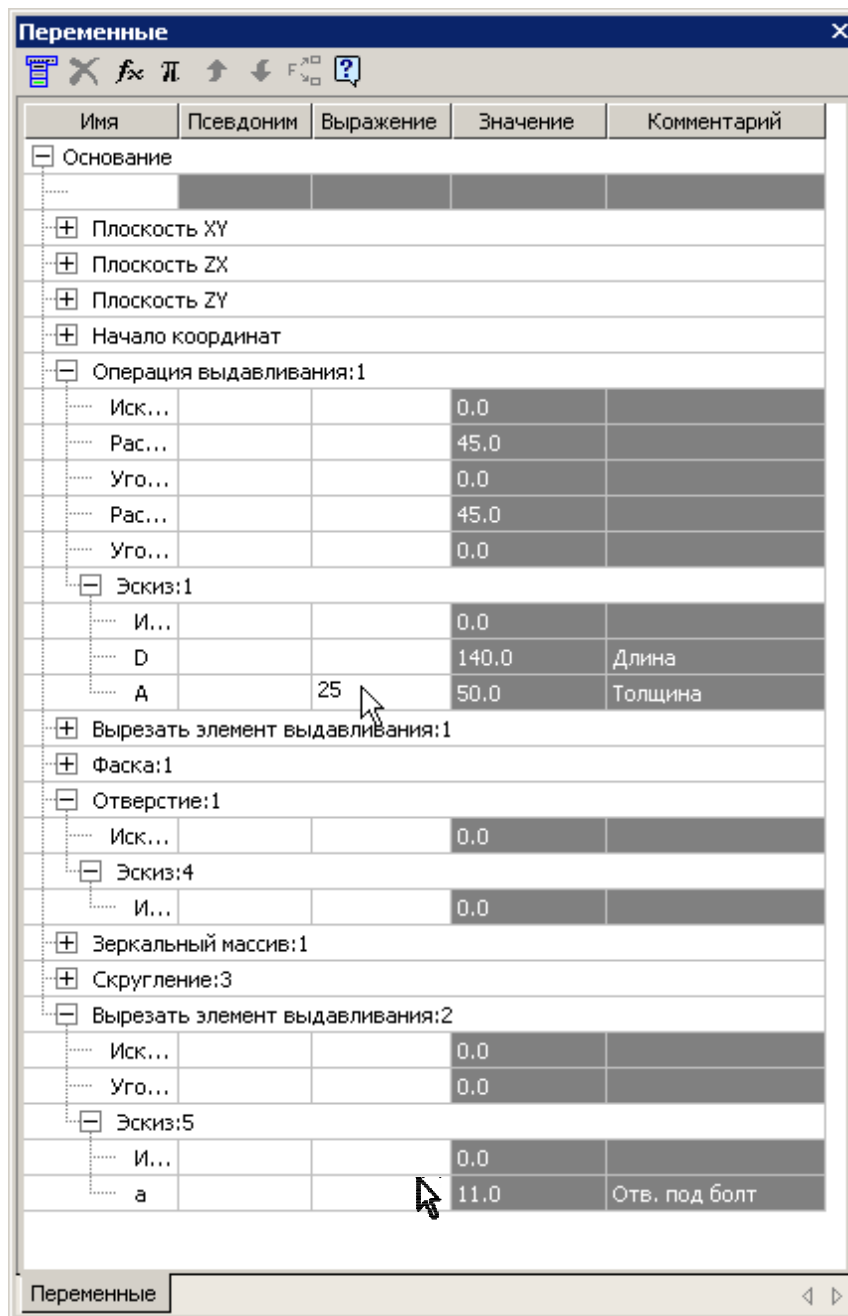

Рис. 4
• Откройте модель детали «Основание» и нажмите кнопку **Переменные**  на панели *Стандартная*.³ В открывшемся окне раскройте: **Операция выдавливания 1 – Эскиз 1**. В данной детали значение толщины «А» (переменная А) равно 50 мм, а должно быть «25». Чтобы изменить значение толщины установите курсор в графу «Выражение» и введите значение «25», рис. 4. Нажмите клавишу [Enter] и кнопку **Перестроить**  (или F5).
Если необходимо изменить диаметр отверстий под болт, измените значение переменной a в команде **Вырезать элемент выдавливания 2**, рис. 4. Закройте окно **Переменные**. Проверьте параметры отверстий под шпильку с учетом материала детали